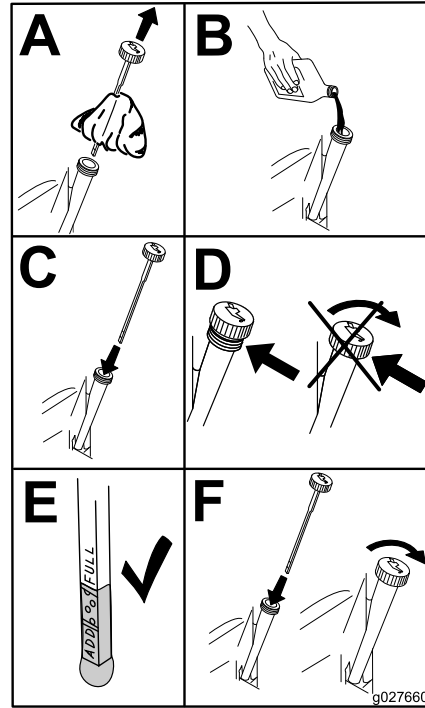

Figura 41
5. Vierta lentamente un 80% aproximadamente del aceite especificado por el tubo de llenado, luego añada lentamente el resto del aceite hasta que llegue a la marca de **Lleno** (**Figura 41**).